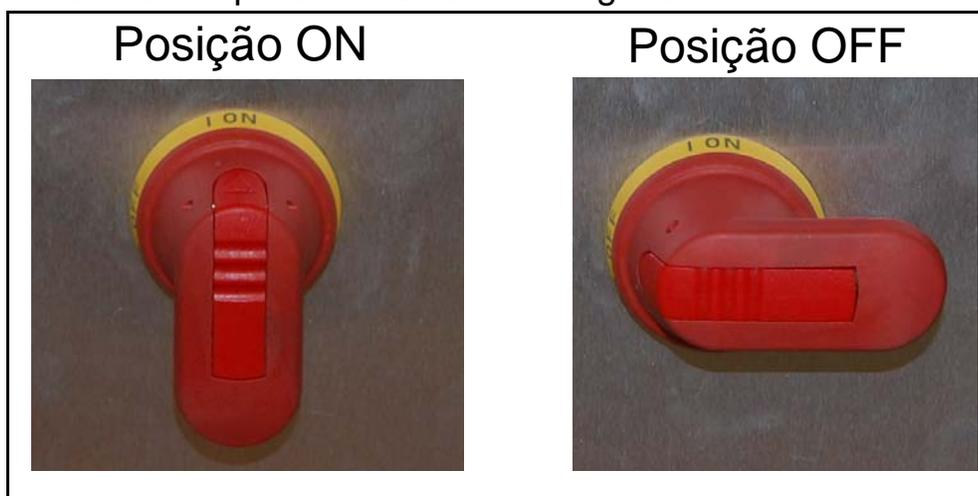

Figura 4-2: Alavanca do Interruptor de Desconexão Principal - Posições On/Off
1. Confirme se a alavanca vermelha o interruptor de desconexão principal localizada dentro do gabinete está na posição **ON** (consulte Figura 4-2). Se estiver na posição **OFF**, conforme descrito em “LOTO - Remover Obstruções e Remoção de iBOTS” na página 42, verifique se alguém está trabalhando na máquina antes de tentar ligá-la.